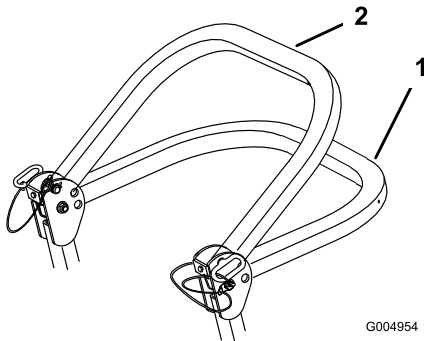

Figura 6
2. Abbassate il roll bar. Il roll bar può essere abbassato in due posizioni; vedere Figura 6.